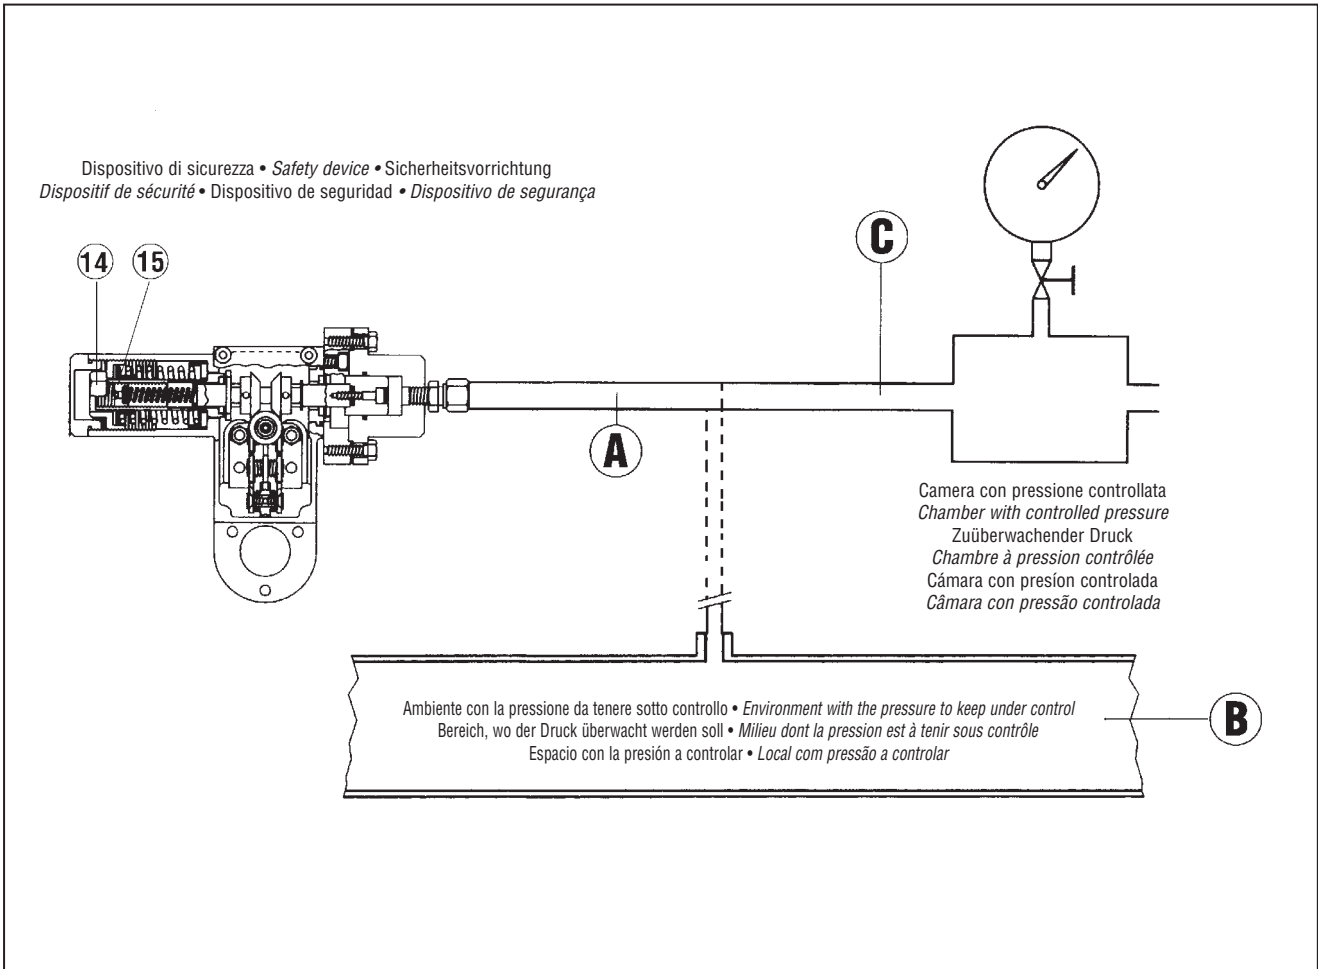

Fig. 24
B) Per dispositivi sprovvisti della valvola "push" (fig. 24) è consigliabile collegare separatamente la testata di comando ad una pressione ausiliaria controllata e ripetere le operazioni qui sopra descritte.
B) On devices without the "push" valve (fig. 24) we recommend separately connecting the control head to a controlled auxiliary pressure and repeat the operations described above.
B) Bei Anlagen ohne Prüfventil "Push" (Abb. 24): Impulsleitung lösen und Prüfleitung am SAV-seitigen Anschluß anschließen; weiteres Vorgehen wie oben beschrieben.
B) Pour les dispositifs sans vanne "push" (fig. 24) il est conseillé de brancher séparément la tête de commande à une pression auxiliaire contrôlée. Répéter les opérations décrites ci dessus .
B) Respecto a los dispositivos no provistos de la válvula "push" (fig. 24), se aconseja conectar por separado la cabeza de mando con una presión auxiliar controlada, y repetir las operaciones descritas más arriba.
B) Para instalações sem a válv. "push", ligar directamente a fonte exterior de pressão ao prato da válv. de segurança (fig. 24) e proceder como descrito anteriormente.